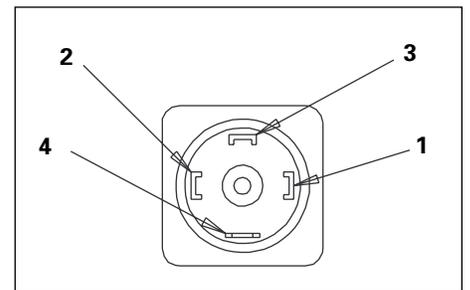

Abbildung 2
3. Die Verdrahtungsklemmen des Druckschalters sind auf jedem DIN-Steckverbinder numeriert. Der richtige Anschluß ist Abb. 2 zu entnehmen.